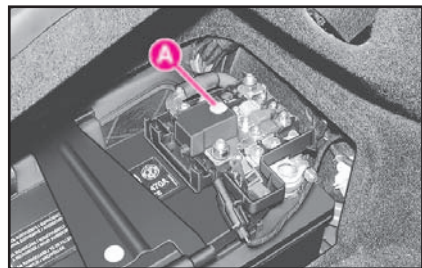

fig. 132
- 4) Premere il pulsante **A** (fig. 132) per riattivare l'interruttore.